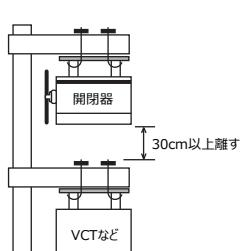

図6
④開閉器の下にVCTなどを取付けられる際は、開閉器底面より30cm以上離してください。（図6）